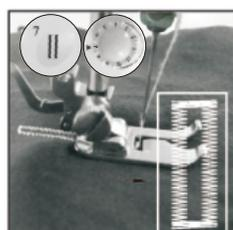

Fig.21
- (6) Elija el patrón de puntadas #7, luego encienda el interruptor y cosa hasta que el ojal esté completamente cosido (Fig. 21).